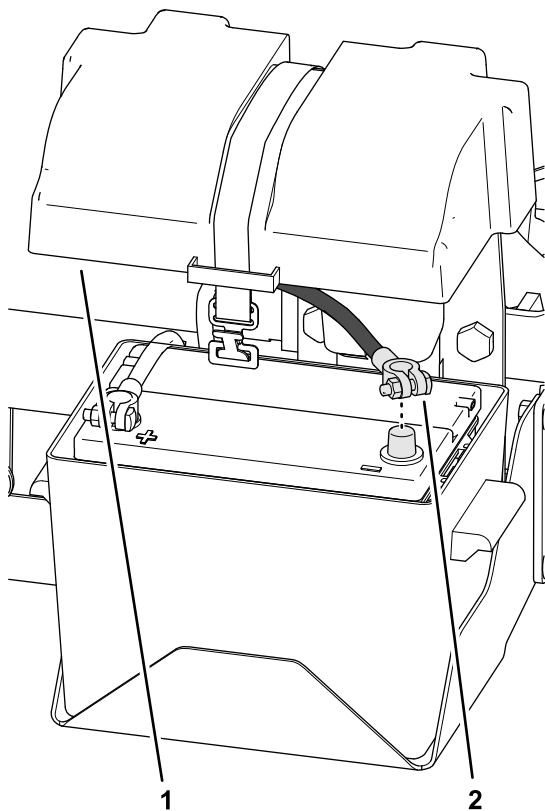

Figure 2
1. Enlevez le couvercle du bac à batterie (Figure 2).
2. Débranchez le câble négatif de la batterie (Figure 2).